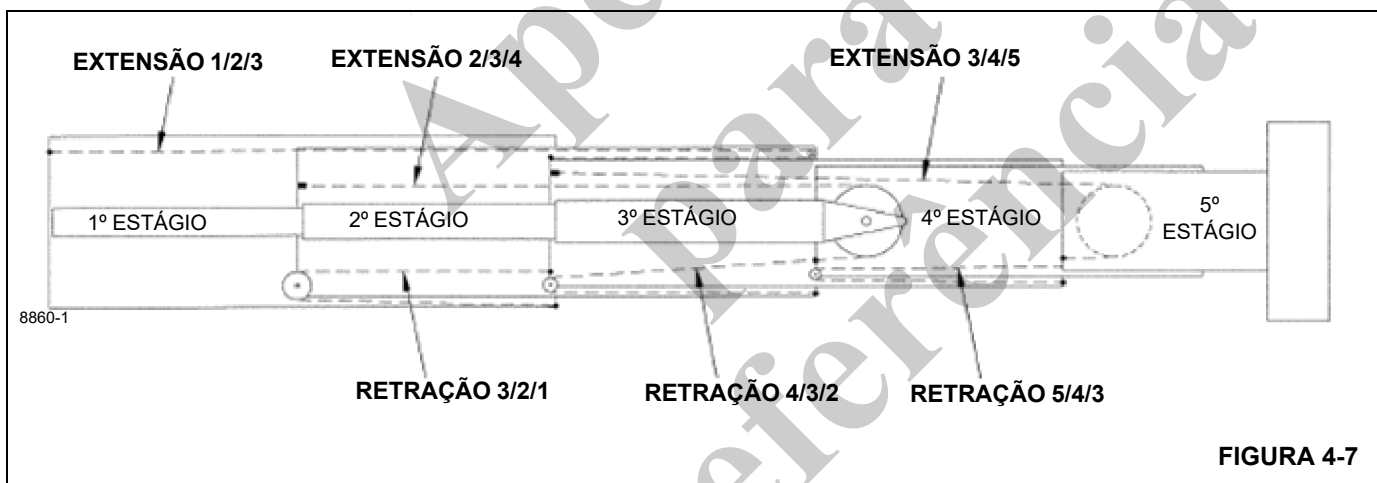

FIGURA 4-7
7. Instale as placas de retenção do cabo de extensão 3/4/5 (30) na parte interna da base da 4ª seção da lança, mantendo os cabos de extensão 3/4/5 (89) entre a abertura da placa e a placa lateral da 4ª seção da lança com a extremidade rosqueada do cabo de extensão 3/4/5 além da base da 4ª seção da lança e da placa de retenção do cabo.
8. Pressione a extremidade do botão do cabo de retração 5/4/3 (57) através da abertura na base inferior da 4ª seção da lança e dobre as extremidades do botão para fora da parte de trás da 4ª seção. Puxe as extremidades rosqueadas dos cabos de retração 5/4/3 (57) em direção à ponta da lança. Instale o pino de retração 5/4/3 e de extensão 2/3/4 (80) no retentor na base da 4ª seção da lança. Faça um laço com os cabos de retração 5/4/3 (57) sobre o pino (80) e instale a extremidade do botão dos cabos de retração 5/4/3 (57) na placa de fixação na base inferior da 5ª seção da lança.
9. Instale duas placas de montagem (156) da placa de desgaste superior, as placas de desgaste superiores (179), as placas dos cames (193), uma placa de desgaste inferior (45) e os calços (44) na base da 4ª seção da lança. Instale duas placas de desgaste laterais (42) e calços (68) na base da 4ª seção da lança. Calce de acordo com as instruções de calibragem descritas nesta seção ou conforme a sequência original das placas removidas que foram etiquetadas.
10. Levante e apoie a 4ª/5ª seções da lança e instale-as na 3ª seção da lança aproximadamente 15 pés. Tenha cuidado para manter os cabos de retração 5/4/3 (57) esticados, não cruzando os cabos e mantendo todos os cabos longe de pontos de compressão criados pelas linguas e placas inferiores.
11. Eleve a 4ª/5ª seções da lança contra a parte superior da 3ª seção da lança e instale as placas de desgaste (192) na ponta inferior da 3ª seção da lança. Abaixo a 4ª/5ª seções da lança até as placas de desgaste na 3ª seção da lança. Pressione a 4ª/5ª seções da lança para dentro da 3ª seção da lança deixando aproximadamente 4 pés da 4ª/5ª seções da lança para fora da 3ª seção.
12. Monte os retentores do cabo de retração 5/4/3 (25) nos cabos de retração 5/4/3 (57), coloque duas porcas logo após o plano na extremidade rosqueada dos cabos de retração e monte na ponta inferior da 3ª seção da lança.
13. Aplique fita juntando a placa de desgaste do lado superior (153) e retentores da placa de desgaste lateral (154, 189) e, em seguida, instale o conjunto placa de desgaste/retentor no lado interno dianteiro da 3ª seção da lança. Instale as placas de desgaste do lado inferior (200, 201) com calços (13, 14) no lado interno dianteiro da 3ª seção da lança. Instale a placa de desgaste superior (110) com os calços (111) e a guia do cabo (76) com as placas de desgaste (77, 109) e os elementos de fixação relacionados na parte superior dianteira da 3ª seção da lança. Calce de acordo com as instruções de calibragem descritas nesta seção. Empurre a 4ª/5ª seções da lança para dentro da 3ª seção da lança até que as placas de desgaste superiores na base da 4ª seção da lança estejam acessíveis através do furo de acesso na base da 3ª seção da lança. Centralize a 4ª/5ª seções da lança com a 3ª seção da lança e, em seguida, ajuste as placas de desgaste superiores de acordo com as instruções de calibragem nesta seção. Pressione a 4ª/5ª seções da lança completamente para dentro da 3ª seção da lança e trace uma marca na ponta da 4ª seção da lança na frente da placa de desgaste lateral na 3ª seção, para a sequência de retração (Figura 4-7). Mantenha os cabos de extensão 3/4/5 (89) e os cabos de retração 5/4/3 (57) esticados enquanto guia os cabos de extensão 3/4/5 (89) nas placas de fixação na base superior da 3ª seção da lança. Rosqueie as porcas nos cabos de extensão 3/4/5 logo após os planos.
14. Remova os cabos de retração 5/4/3 (57) da placa de fixação na base inferior da 5ª seção da lança e faça um laço com os cabos para trás da base da lança.
16. Instale os rolamentos (186) nas polias do cilindro de extensão 2/3/4 (187). Aplique uma camada de graxa de chassi no rolamento e instale as polias de extensão 2/3/4 (187) no cilindro de extensão.
17. Remova o pino de retração 5/4/3 e de extensão 2/3/4 (80) do retentor na base da 4ª seção da lança.
18. Passe os cabos de extensão 2/3/4 (29) sobre as polias do cilindro de extensão 2/3/4 (187), instale as hastes de retenção (120) na parte superior e inferior da caixa de polias do cilindro de extensão. Instale as placas de desgaste (116, 121) na ponta dianteira do cilindro de extensão. Instale os cabos no pino de retração 5/4/3 e de extensão 2/3/4 (80). Instale as buchas usinadas internas (47), os anéis de retenção, as graxeiras e os bujões no pino de retração 5/4/3 e de extensão 2/3/4 (80). Instale os rolamentos nas polias de retração 5/4/3 (48) e pincele com graxa de chassi. Instale os anéis de pressão (49), as buchas usinadas (23) e as polias de retração 5/4/3 (48) no pino de retração 5/4/3 e de extensão 2/3/4 (80).
19. Apoie e instale o cilindro de extensão aproximadamente 3 m (10 pés) dentro da base da 5ª seção da lança; pode ser necessário elevar e abaixar a extremidade externa do cilindro para inserir o cilindro na seção da lança. Pressione a 5ª seção da lança completamente para dentro da 4ª seção da lança e eleve o cilindro de extensão para a parte superior da 3ª seção da lança. Instale o pino de retração 5/4/3 e de extensão 2/3/4 (80) nas placas de fixação na base da 4ª seção da lança com as graxeiras voltadas para a base da lança. Instale os cabos de retração 5/4/3 (57) nas fixações na base da 5ª seção da lança e instale o parafuso de retenção do cabo (54) no furo rosqueado no bloco de retenção do cabo na parte inferior traseira da 5ª seção. Enrole os cabos de retração 5/4/3 (57) nas polias de retração 5/4/3 (48).
20. Instale as guias dos cabos de retração (33) na base da 4ª seção da lança.
22. Instale a placa de desgaste (112) e os cabos de retração 4/3/2 (53) no retentor do cabo de retração 4/3/2 (79). Instale o retentor dos cabos de retração 4/3/2 (79) nas placas de fixação na base da quarta seção da lança e passe as extremidades rosqueadas dos cabos de retração 4/3/2 (53) para baixo através da abertura na base da 3ª seção da lança, e puxe as extremidades rosqueadas dos cabos de retração 4/3/2 (57) em direção à ponta da lança.
23. Instale os rolamentos (137) nas polias de retração 4/3/2 (34) e, com pincel, aplique graxa de chassi. Instale os anéis de pressão, as buchas, as polias de retração 4/3/2, as graxeiras e os bujões no pino de retração 4/3/2 (38). Passe os cabos de retração 4/3/2 (53) ao redor das polias de retração 4/3/2 (34). Instale o pino de retração 4/3/2 (38) nas placas de fixação na base da 3ª seção da lança.
30. Monte os conjuntos das placas de retenção dos cabos de retração 4/3/2 (190) nos cabos de retração 4/3/2 (53), instale duas porcas logo depois da parte plana nos cabos de retração 4/3/2 e monte na ponta inferior da 2ª seção da lança. Tome cuidado para não cruzar os cabos.
31. Aplique fita juntando a placa de desgaste do lado superior (153) e retentores da placa de desgaste lateral (154, 189) e, em seguida, instale o conjunto da placa de desgaste/retentor no lado interno dianteiro da 2ª seção da lança. Instale as placas de desgaste laterais inferiores (96) com calços (13) no lado interno dianteiro da 2ª seção da lança. Instale a placa de desgaste superior (184) com os calços (183), a guia do cabo (81) com as placas de desgaste (82, 84) e os elementos de fixação relacionados na parte superior dianteira da 2ª seção da lança. Calce de acordo com as instruções de calibragem descritas nesta seção. Deslize o conjunto da caixa de polias dos cabos de extensão 1/2/3 (que está na ponta superior da 3ª seção da lança) para a posição na 2ª seção da lança. Instale graxas (59) nos pinos das polias de extensão 1/2/3 (22). Empurre a 3ª/4ª/5ª seções da lança para dentro da 2ª seção da lança até que as placas de desgaste superiores na base da 3ª seção da lança estejam acessíveis através do furo de acesso na base da 2ª seção da lança. Centralize a 3ª/4ª/5ª seções da lança com a 2ª seção da lança e, em seguida, ajuste as placas de desgaste superiores de acordo com as instruções de calibragem nesta seção. Pressione as 3ª/4ª/5ª seções da lança para dentro da 2ª seção da lança até que atinjam o batente contra as orelhas do cilindro e trace uma marca na ponta da 3ª seção da lança na frente da placa de desgaste lateral na 2ª seção, para a sequência de retração (Figura 4-7). Instale arruelas lisas e parafusos de ressalto (148) com Loctite® para prender o cilindro da 2ª seção na 2ª seção da lança.
32. Instale a placa de desgaste (164) na parte superior do conjunto de fixação dos cabos de extensão 2/3/4 (163), em seguida, instale o conjunto de fixação dos cabos de extensão 2/3/4 nas fendas na base da parte superior da 2ª seção da lança enquanto guia os cabos de extensão 2/3/4 (29) no conjunto de fixação. Instale porcas e espaçadores (161) nas extremidades rosqueadas dos cabos de extensão 2/3/4. Trave o conjunto de fixação do cabo no lugar com os parafusos (162) pelas placas laterais superiores traseiras da 2ª seção da lança. Assegure que os cabos de extensão 1/2/3 (10) tenham roscas na parte superior do ponto de apoio dos cabos de extensão 2/3/4 (163).
33. Instale os cabos de retração 3/2/1 (19) no ponto de apoio dos cabos de retração 3/2/1 (51) e instale nas placas de fixação na base da 3ª seção da lança, com os cabos de retração 3/2/1 dobrados atrás da lança. Instale o retentor do ponto de apoio dos cabos de retração 3/2/1 (108) no ponto de apoio dos cabos de retração 3/2/1 (51).
34. Instale os rolamentos (137) nas polias de retração 3/2/1 (114) e aplique graxa de chassi com pincel. Instale os anéis de pressão (37), as buchas (36), as polias de retração 3/2/1 (114), as graxas (59) e os bujões (46) no pino de retração 3/2/1 (38). Passe os cabos de retração 3/2/1 (19) ao redor das polias de retração 3/2/1 (114). Instale o pino de retração 3/2/1 (38) nas placas de fixação na base da 2ª seção da lança puxando as extremidades rosqueadas dos cabos de retração 3/2/1 (19) em direção à ponta da lança. Instale os parafusos de retenção do pino de retração 3/2/1 (149) atrás do pino de retração (38).
35. Instale as guias dos cabos de retração (31) na base da 2ª seção da lança.
36. Instale duas placas de montagem (202) da placa de desgaste superior, as placas de desgaste (28), as placas dos cames (193), uma placa de desgaste inferior (165) e os calços (167) na base da 2ª seção da lança. Encaixe os cabos de retração 3/2/1 (19) entre a parte inferior da segunda seção da lança e os calços da placa inferior. Instale duas placas de desgaste laterais (42) e calços (68) na base da 2ª seção da lança. Calce de acordo com as instruções de calibragem descritas nesta seção.
37. Gire o eixo da 1ª seção do cilindro, de forma que a válvula de compensação esteja diretamente abaixo da linha de centro do eixo. Eleve e apoie a 2ª/3ª/4ª/5ª seções da lança e instale-as aproximadamente 405 m (15 pés) dentro da 1ª seção da lança. Tenha o cuidado de manter os cabos de retração 3/2/1 (19) esticados, não cruzando os cabos e mantendo todos os cabos afastados dos pontos de compressão criados pelas linguas e placas inferiores.
38. Levante a 2ª/3ª/4ª/5ª seções da lança contra a parte superior da 1ª seção da lança e instale as placas de desgaste (198) na ponta inferior da 1ª seção da lança. Abaixo a 2ª/3ª/4ª/5ª seções da lança até as placas de desgaste na 1ª seção da lança. Pressione a 2ª/3ª/4ª/5ª seções da lança para dentro da 1ª seção da lança, deixando aproximadamente 1,2 m (4 pés) da 2ª/3ª/4ª/5ª seções da lança para fora da 1ª seção da lança.
39. Monte os retentores dos cabos de retração 3/2/1 (150) nos cabos de retração 3/2/1 (19), instale duas porcas logo depois da parte plana nos cabos de retração 3/2/1 e monte na ponta inferior da 1ª seção da lança. Tome cuidado para não cruzar os cabos.
40. Aplique fita juntando a placa de desgaste do lado superior (153) e retentores da placa de desgaste lateral (154, 189) e, em seguida, instale o conjunto da placa de desgaste/retentor no lado interno dianteiro da 1ª seção da lança. Instale as placas de desgaste laterais inferiores (72), a placa de encosto (71) e a placa traseira (70) na parte frontal externa da 1ª seção da lança. Instale a placa do espaçador de aço superior (52) com calços (138) na ponta da lança da 1ª seção, aplique Loctite® nos parafusos. Calce de acordo com as instruções de calibragem descritas nesta seção.
41. Instale a guia do cabo (81) com a placa de desgaste (82) e os elementos de fixação relacionados na parte superior dianteira da 1ª seção da lança.
42. Empurre a 2ª/3ª/4ª/5ª seções da lança para dentro da 1ª seção da lança até que as placas de desgaste superiores na base da 2ª seção da lança estejam acessíveis através do furo de acesso na base da 1ª seção da lança. Centralize a 2ª/3ª/4ª/5ª seções da lança com a 1ª seção da lança e, em seguida, ajuste as placas de desgaste superiores de acordo com as instruções de calibragem nesta seção. Pressione a 2ª/3ª/4ª/5ª seções da lança completamente para dentro da 1ª seção da lança mantendo os cabos de retração 3/2/1 esticados e trace uma marca na ponta da 2ª seção da lança na frente da placa de desgaste lateral na 1ª seção, para a sequência de retração (Figura 4-7). Fixe a haste do cilindro da 1ª seção na placa da base da 1ª seção com arruela (7) e o parafuso de ressalto (11) que foi apertado com o torque correto e ao qual foi aplicado Loctite®.
43. É importante nesta etapa que as porcas estejam frouxas nos cabos de retração 3/2/1 (19) na ponta inferior da 1ª seção da lança. Instale os cabos de extensão 1/2/3 (10) nos furos na base da 1ª seção da lança, instale duas porcas logo depois das partes planas.
O tensionamento dos cabos (Consulte a Figura 4-7) deve ser na seguinte ordem: